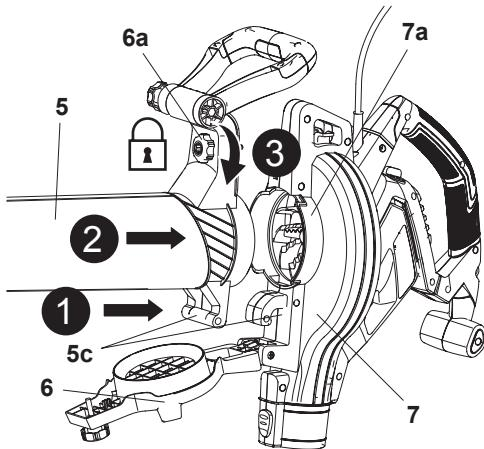

Fig. 5
- Enganche el saliente del tubo (5) para colgar (5c) a la unidad principal (7), luego inserte el conjunto del tubo (5) en el puerto de vacío (7a) hasta el tope (Fig. 5, pasos 1, 2).
- Stringere la manopola di bloccaggio (5b) in senso orario per fissare il gruppo del tubo di vuoto in posizione (Fig. 5, passo 3).